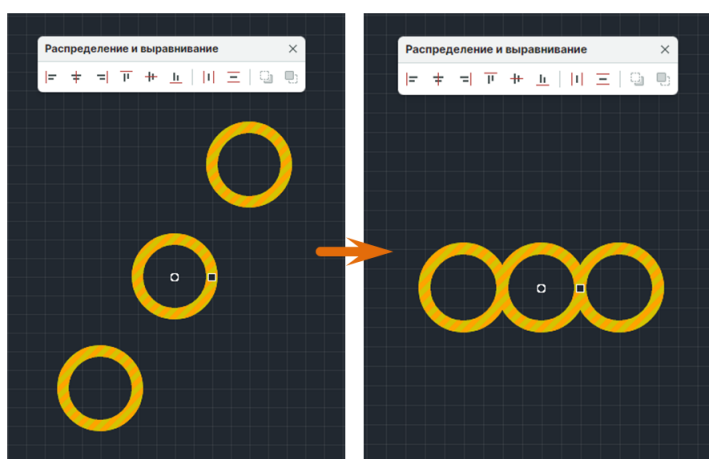

Рис. 566 Выравнивание по середине
2. На панели «Распределение и выравнивание» выберите инструмент «Выровнять по середине», который обозначен символом , см. Рис. 566.